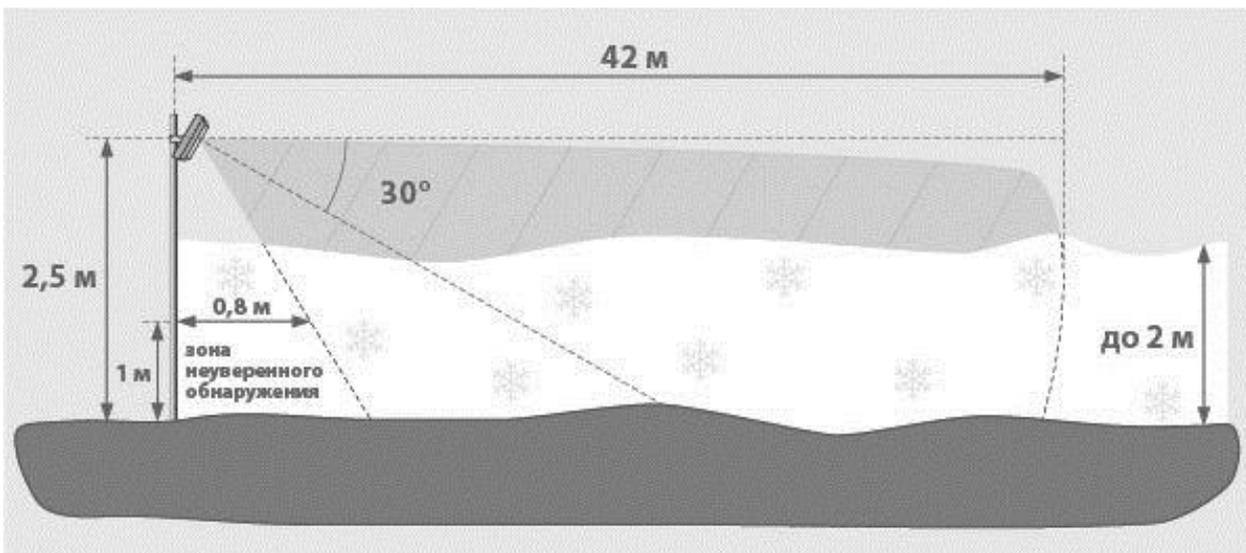

Рисунок 2.4 - Установка извещателя на высокой опоре в местах с высотой снежного покрова до 2 м
2.3.3.3 При установке извещателей на высоких опорах (см. рисунок 2.4) необходимо обеспечить оптимальный угол наклона оси зоны обнаружения извещателя –  $30^{\circ}$  относительно горизонта. В этом случае сохраняется обнаружительная способность на всем протяжении зоны обнаружения – 42 м.